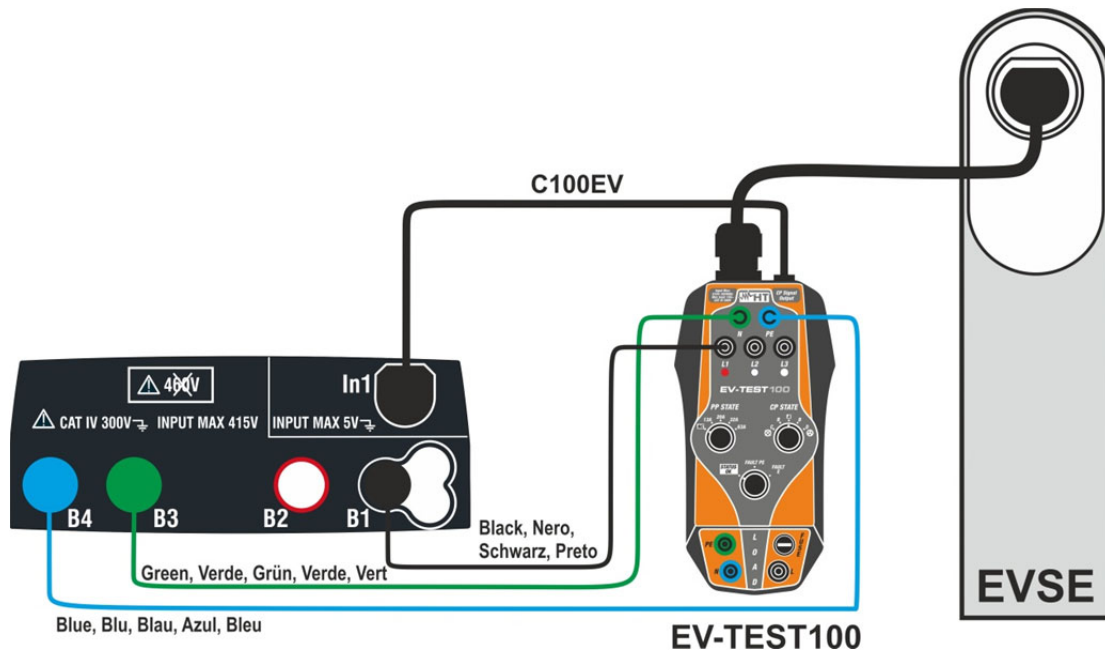

Abb. 38: Verbindung des EV-TEST100 mit dem Gerät und mit dem EVSE-System.
3. Verbinden Sie die Eingangsbuchsen L1, PE und N des optionalen Adapters **EV-TEST100** mit den Eingangsbuchsen **B1, B3** und **B4** des Geräts und verbinden Sie den Adapter mit der Eingangsbuchse **In1** des Geräts mittels des mit dem Adapter mitgelieferten Kabels C100EV, wie in der Abb. 38 gezeigt.